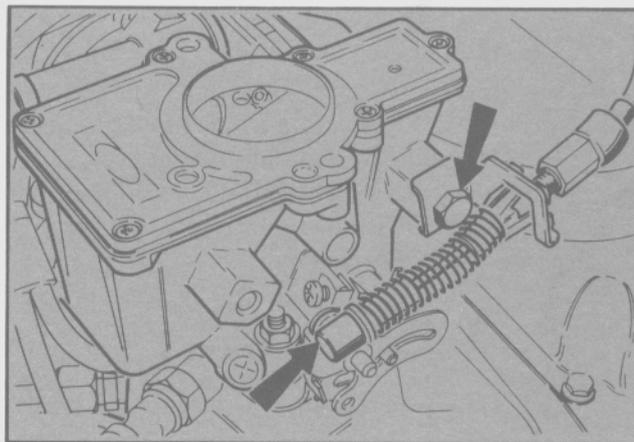

Fig. 70 - Desmontaje del cable del acelerador
- Quitar el cable del acelerador en la articulación del eje de aceleración y retirarlo con el soporte (Fig. 70).